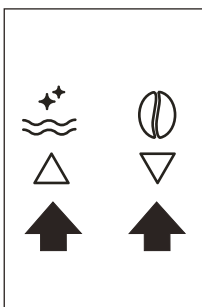
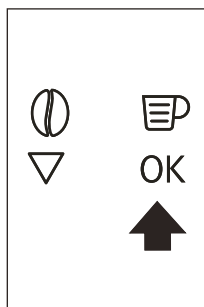

Рис. 9
Рис. 10
- ▶ Используйте значки \triangle ∇ (B7 и B8), чтобы выбрать желаемый язык (рис. 9). Если появляется сообщение PRESS OK TO CHOOSE ENGLISH (ДЛЯ ВЫБОРА АНГЛИЙСКОГО НАЖМИТЕ ОК), нажмите и удерживайте значок \circ (B9) (рис. 10) в течение 3-х секунд, пока не появится сообщение ENGLISH INSTALLED (УСТАНОВЛЕН АНГЛИЙСКИЙ ЯЗЫК). Чтобы выбрать другой язык, следуйте указаниям раздела «Выбор языка». Если вашего языка нет, выберите язык из доступных на дисплее. В инструкциях используются обозначения на английском языке. Затем выполните инструкции, отображаемые на экране.
- ▶ Нажмите сенсорную кнопку \circ (B9) (Рис. 10) и через несколько секунд из краника польется струйка кипятка.